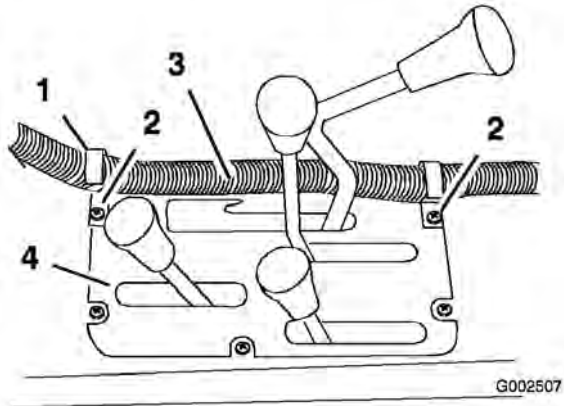

Figura 23
- Instale dos abrazaderas en la consola central en los puntos indicados en Figura 23 usando los tornillos existentes.